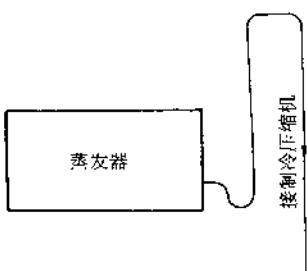
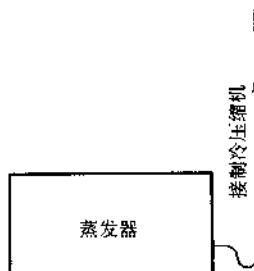

图 2 蒸发器在制冷压缩机上方
图 3 蒸发器在制冷压缩机下方
- ◆ 如蒸发器在制冷压缩机上方时，蒸发器上部管应做成如图 2 所示的 U 形弯；蒸发器在制冷压缩机下方时，其吸气管的连接方式如图 3 所示。